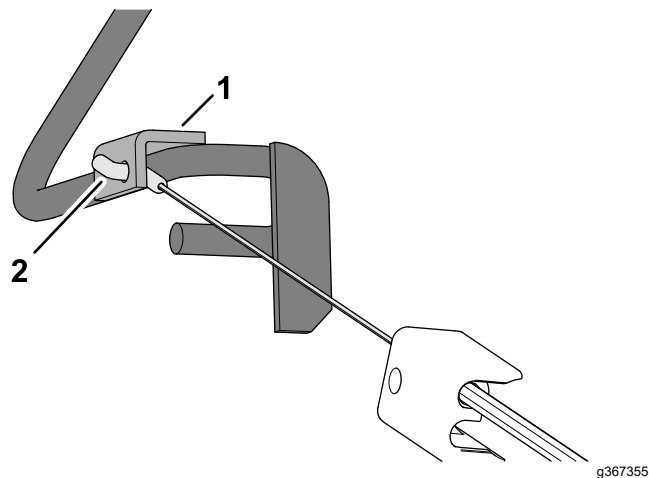

図 11
3. 図 11のように、ベイルのブラケットの穴にケーブルフィッティングを挿入する。